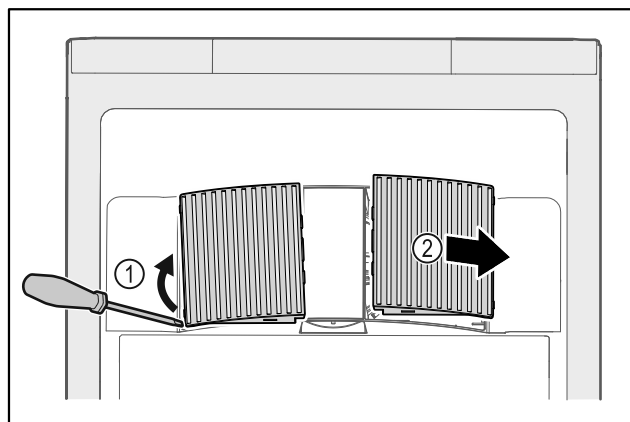

Fig. 144
- ▶ Ventilatoriaus uždangalus atsargiai nukelkite iš šono Fig. 144 (1) ir nuimkite į priekį Fig. 144 (2).